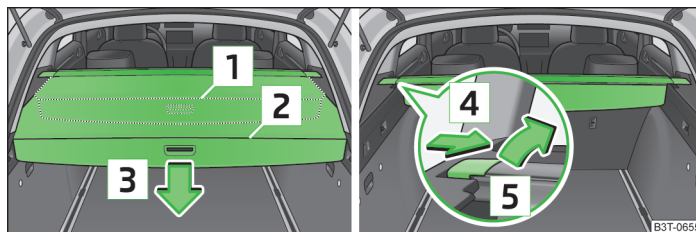

Fig. 90 Masca rulantă de acoperire a portbagajului: tragerea și rularea/ detașarea
- > Trageți masca rulantă din portbagaj până la limită, în poziția asigurată **2** » fig. 90.
- > Apăsăți masca în zona elementelor de prindere în sensul săgeții **3** » fig. 90, masca se rulează automat în poziția **1**.
- > Apăsăți pe partea barei transversale în sensul săgeții **4** » fig. 90 și extrageți capacul cu o mișcare efectuată în sensul săgeții **5**.
Masca rulantă a portbagajului se rulează automat în poziția **1** » fig. 90 la pagina 88.